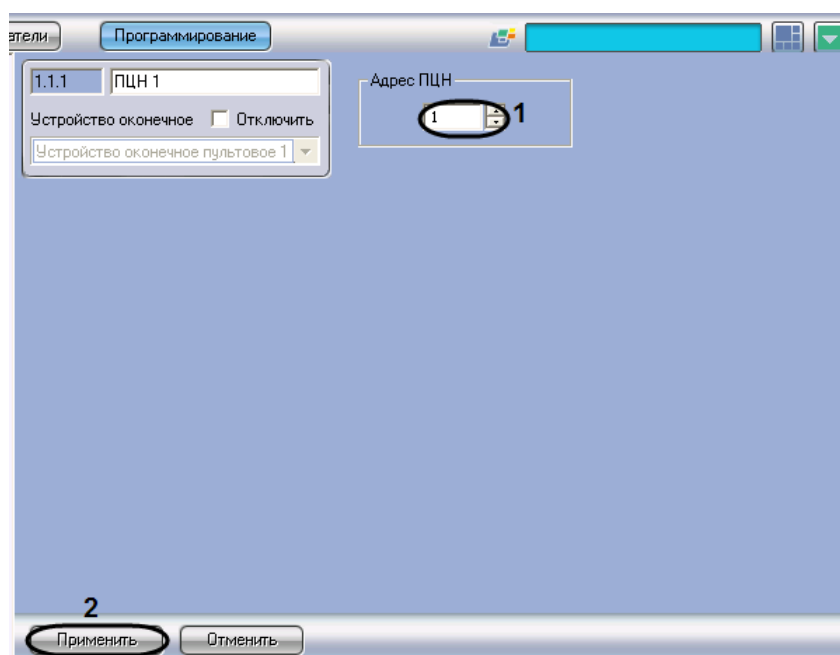

Рис. 3.5-2 Регистрация канала связи УОП с ПЦН
1. Перейти на панель настройки объекта **ПЦН** (Рис. 3.5-2).
2. В поле **Адрес ПЦН** ввести адрес канала связи УОП с ПЦН (см. Рис. 3.5-2, 1).
3. Для сохранения внесенных изменений нажать кнопку **Применить** (см. Рис. 3.5-2, 2).